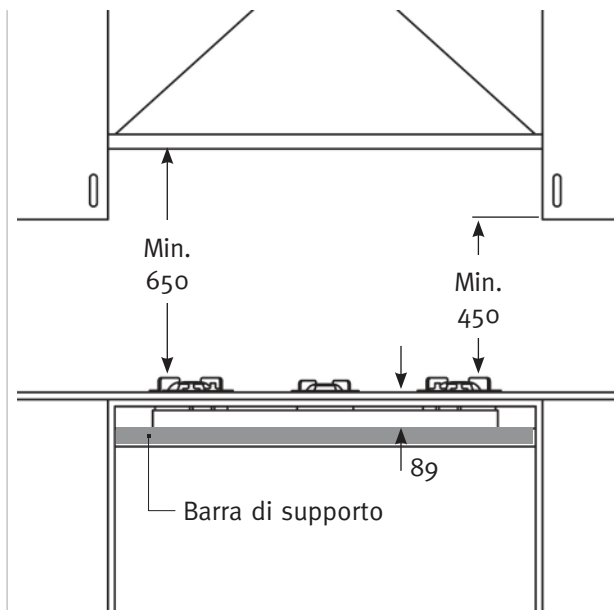

fig. 2
- Se il piano di appoggio ha uno spessore inferiore a 20 mm e la base misura 900 mm o più, il modulo deve essere saldamente appoggiato all'interno della base (Fig. 2, 3 e 4).